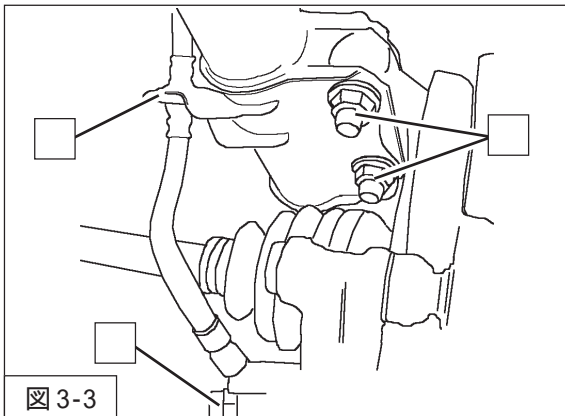

図3-3
キャリパーユニオンボルトを取外し、ブレーキホースをダンパーブレーキブラケットから取外してください。(図3-3)
5. ダンパーロア取付ボルト・ナットを取外してください。(図3-3)